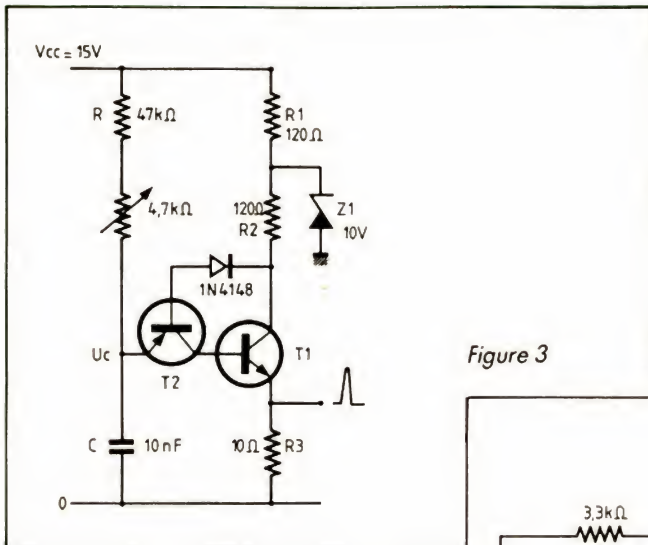

Figure 3
Autour de T_1 et T_2 , nous constituons le montage (fig. 3) où nous retrouvons la structure classique d'un relaxateur à UJT. Nous devons avoir comme condition initiale :
b) du V_{cc} de conduction de T_2 . Celui-ci peut être réduit en insérant une diode entre le collecteur de T_1 et la base de T_2 (fig. 3).
Avec les valeurs figure 3, nous obtenons $V_{\text{vallée}} \approx 2,5 \text{ V}$
Avec les valeurs du schéma figure 3, nous pouvons avoir :